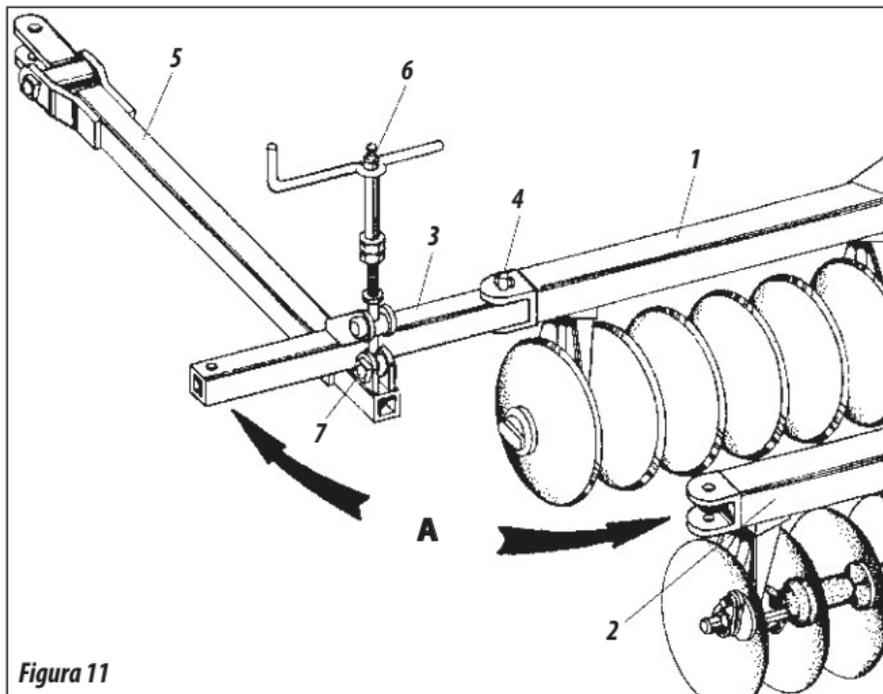

Figura 11
20 - Acoplar na armação traseira (1), figura 11, e dianteira (2), a barra transversal (3) com o pino (4).